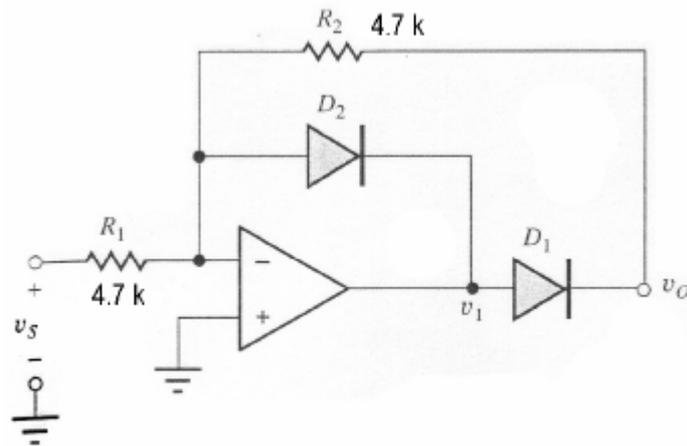

Figura 3 Configurazione senza saturazione
Il problema della saturazione può essere aggirato tramite la configurazione circuitale di Figura 3, che realizza sempre un raddrizzatore di precisione a singola semionda.
- Montare il circuito di figura 3 come riportato in fig.